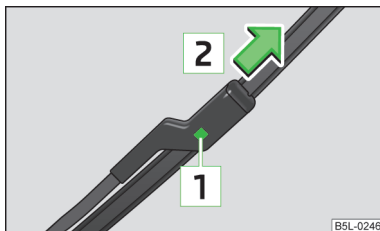

Fig. 38
- Premere la sicurezza **1** » fig. 38 per sbloccare la spazzola del tergicristallo e quindi estrarla in direzione della freccia **2**.